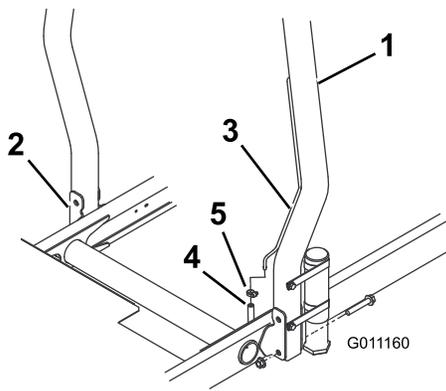

Figura 12
1. Baje la barra anti-vuelco sobre los soportes de montaje de la unidad de tracción, alineando los taladros de montaje. Asegúrese de que el tubo de ventilación de la barra anti-vuelco está en el lado izquierdo de la máquina (Figura 12).
- Fije cada lado de la barra anti-vuelco a los soportes de montaje con 2 pernos y contratuercas (Figura 12). Apriete las fijaciones a 81 N m.